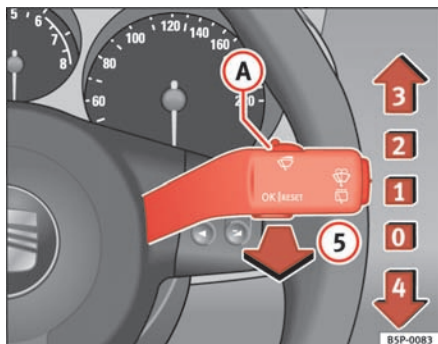

Fig. 84 Betjeningsarm til viskere og sprinklere
Betjeningsarmen til viskere ⇒ fig. 84 har følgende stillinger:
- Hvis bilen standser, når viskertrin **②** ⇒ side 118, fig. 84 eller **③** er valgt, skiftes der automatisk ned til næste lavere trin. Når bilen kører igen, skiftes der automatisk tilbage til det indstillede viskertrin.